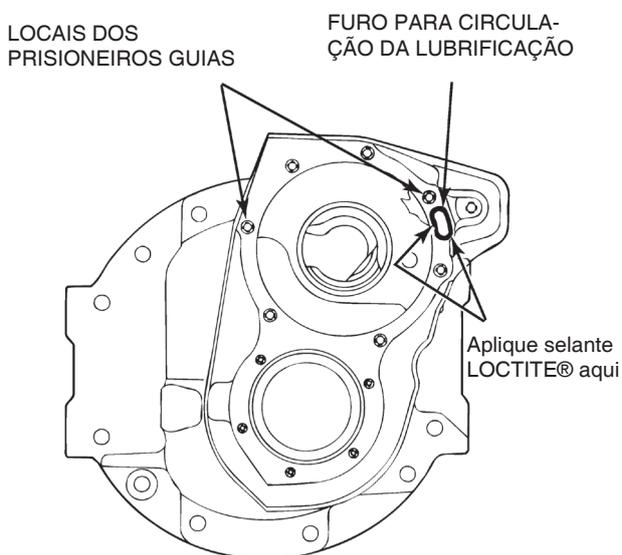

Figura 5.87
- B. Pulverize selante Loctite Primer N nas faces da caixa do rolamento de entrada e caixa de diferencial ao redor do perímetro do furo para lubrificação que fica na posição de duas horas. Figura 5.87. A secagem do primer acontece entre três e cinco minutos.
- C. Cuidadosamente aplique selante Loctite 518 nas faces da caixa do rolamento do eixo entrada e caixa do diferencial ao redor do furo da lubrificação. Evite colocar qualquer acúmulo em excesso de selante Loctite no alojamento da caixa do rolamento do eixo de entrada. Figura 5.87.